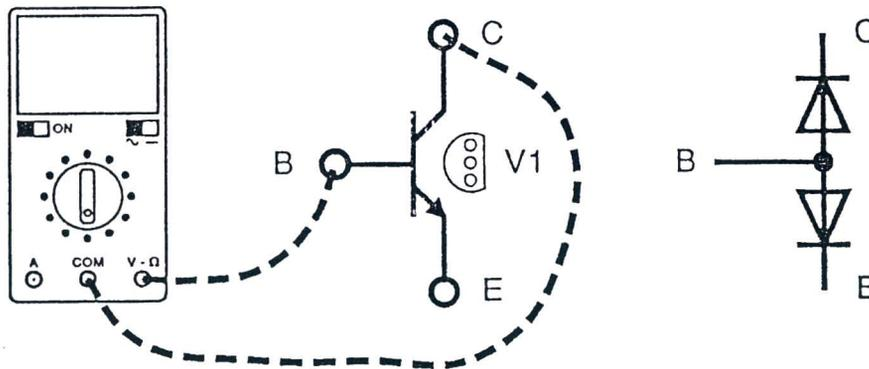

Fig. 1.2b
10. colocar el terminal positivo del ohmiómetro en la base del transistor V1 y el negativo en el colector (Fig. 1.2b);